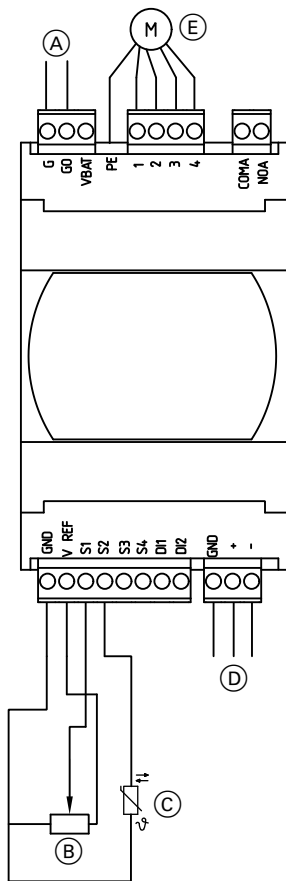

Abb. 85
- Ⓥ Typ AWO 302.B60: Modbus-Verbindungsleitung zur EEV-Leiterplatte [6], Anschluss Ⓧ in Abb. 85